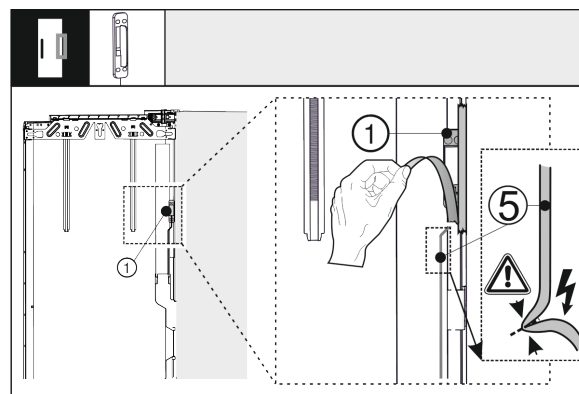

Fig. 40
- Maak de klopsensor Fig. 40 (1) van de buitendeur los. Beschadig de verbindingkabel Fig. 40 (5) niet.